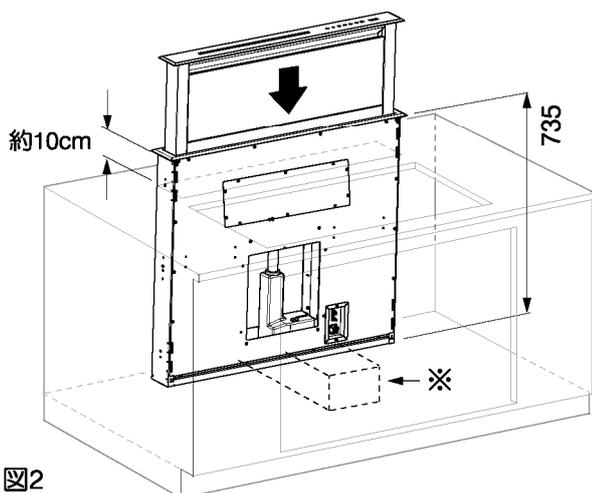

図2
2. ワークトップに落とし込む前に、図2のようにトップから10cmほど浮かせた状態になるような適当な高さの置台(*)を準備してください。